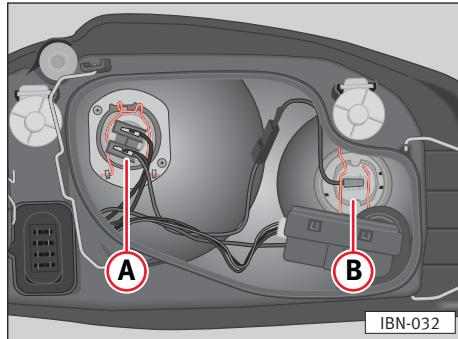

Fig. 147
- Extraer el conector del cable de la lámpara ⇒ fig. 147 Ⓢ
- Colocar la tapa de plástico y colocar los tirantes ②.